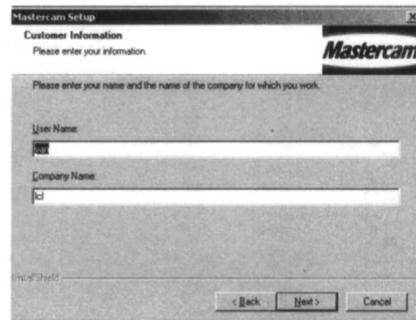

图 1-5
(4) 显示 Customer Information (用户信息) 对话框, 输入名字和公司名, 如图 1-5 所示, 单击 “Next” (下一步) 按钮。